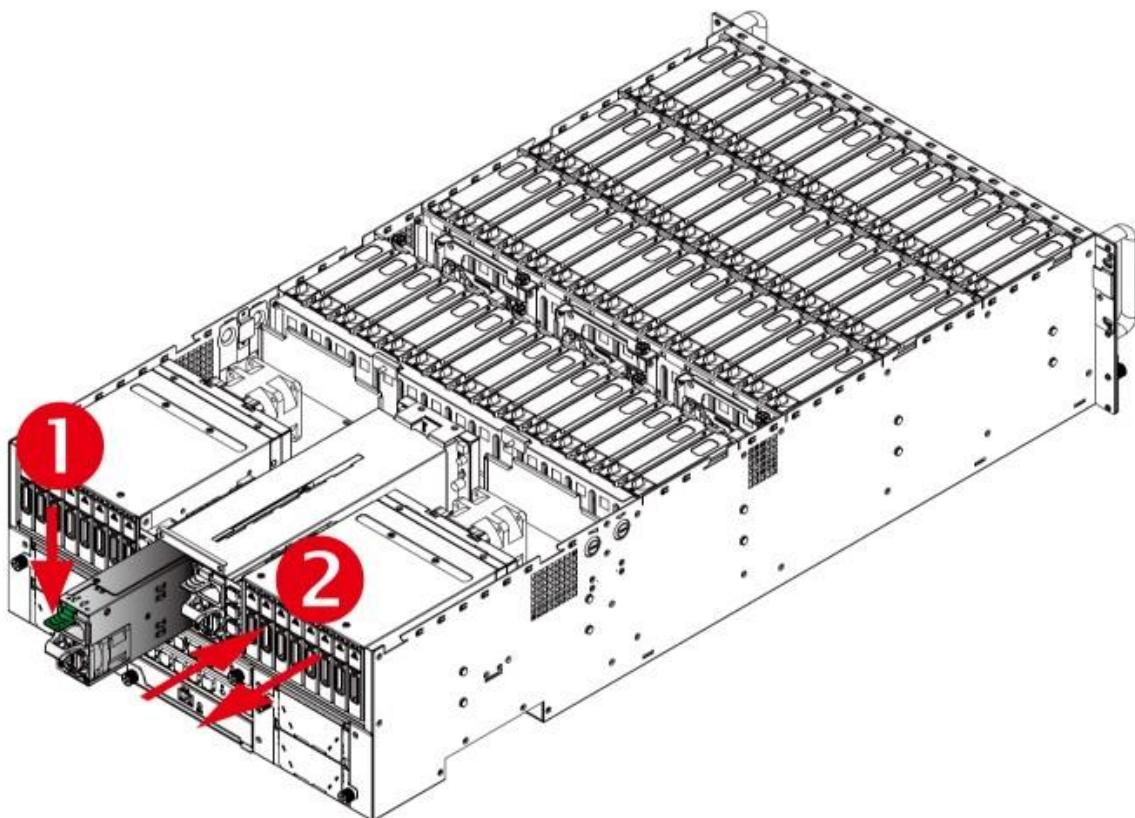

Рисунок 169. Демонтаж модуля блока питания
3. Нажав и удерживая рычаг фиксатора, выдвинете блок питания из корпуса модуля хранения. (см. Рисунок 169).